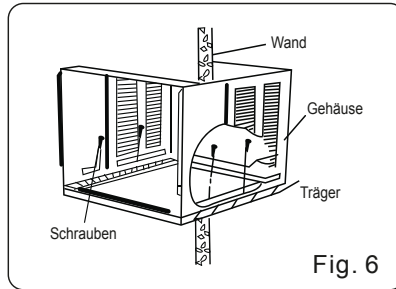

Fig. 6
2. Vor dem Einschalten den Transportschutz vom Kompressor entfernen und vor dem Einschieben des Gerätes in das Gehäuse versichern, dass die Auslässe zur Kondensatwanne fluchten (Fig. 6).